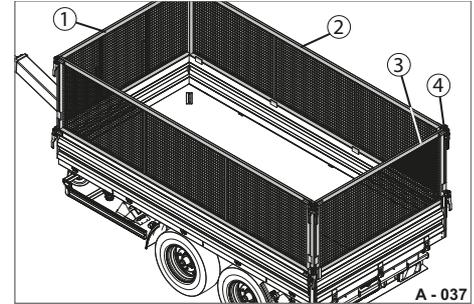

Abb. 40 Stahlgitteraufsätze, 4-seitig
- ▶ Stecken Sie den Stirn-Stahlgitteraufsatz (Abb. 40/1) in die Rungen der Grundbordwand (Abb. 42/2) ein.